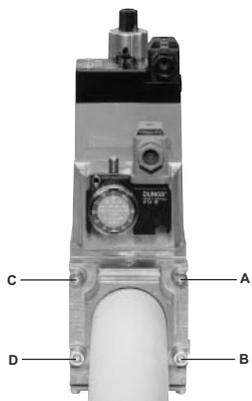

Fig. 7
1. Allentare le viti A e B **non** svitare (Fig. 7 e Fig. 8).
2. Svitare le viti C e D (Fig. 7 e Fig. 8).